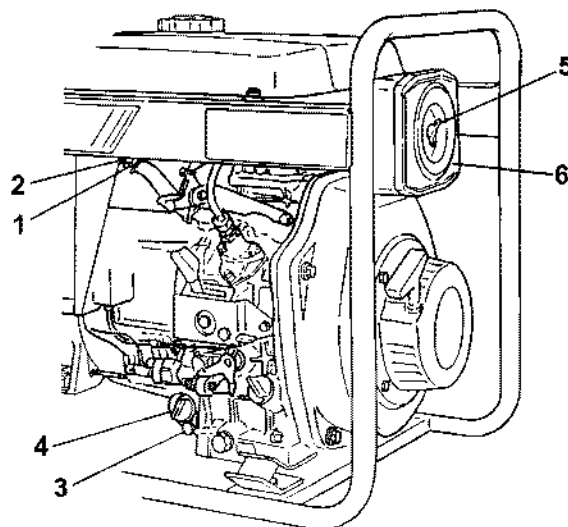

Рис. 55
Чтобы снять и установить фильтр, выполните следующие действия:(Рис. 55)
1. Выкрутите три гайки (Рис. 55, (1)) и выньте топливный фильтр (Рис. 55, (2)) вместе с прокладкой.
1. Выкрутите болт (Рис. 55, (3)) и выньте масляный фильтр (Рис. 55, (4)) вместе с прокладкой.
1. Выкрутите гайку (Рис. 55, (5)) и снимите крышку воздушного фильтра (Рис. 55, (6)).